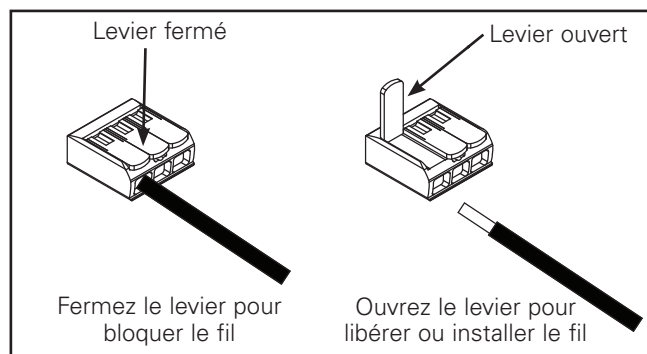

Figure 43
4. Branchez les fils d'alimentation principale aux fils principaux de la boîte de jonction (ligne, neutre et terre) dans le luminaire à l'aide des capuchons de connexion fournis. (Figure 43). Assurez-vous qu'il n'y a pas de fil dénudé sortant du capuchon de connexion.
5. Soulevez la languette orange sur le capuchon de connexion pour libérer le fil et fermez pour bloquer le fil en place. (Figure 43).